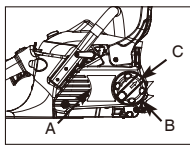

Fig. 3B
3. Løsne knappen (C) lett ved å vri knotten mot klokken og vri deretter kjedespenningsringen for kjeden (B) mot klokken for å lette opp spenningen på kjeden. (Fig.3B)
4. For å fjerne dekslet på tannhjulet (A), vri knappen (B) mot klokken. (Fig.3B)